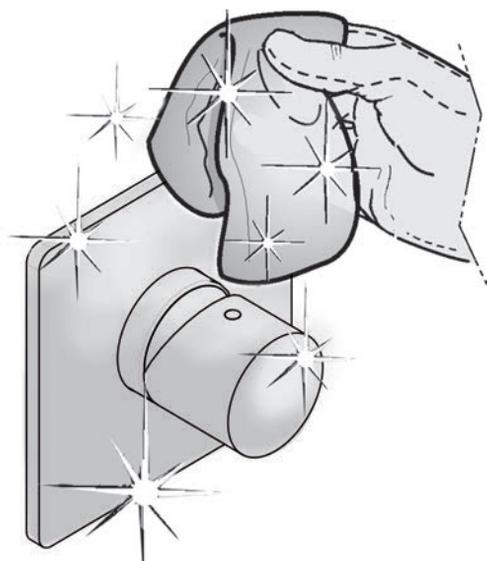

Fig. 16
- Мягкой тканью, проведите тщательную очистку изделия. (Рис. 16)